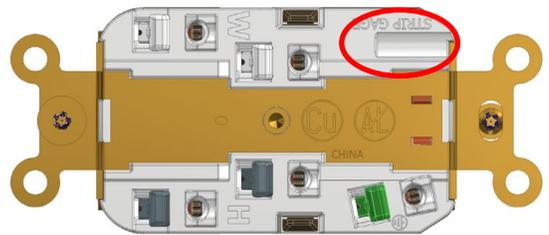

Fig. 5
- Dénudez chaque conducteur selon la jauge à bande située à l'arrière de la prise, comme indiqué sur la fig. 5.